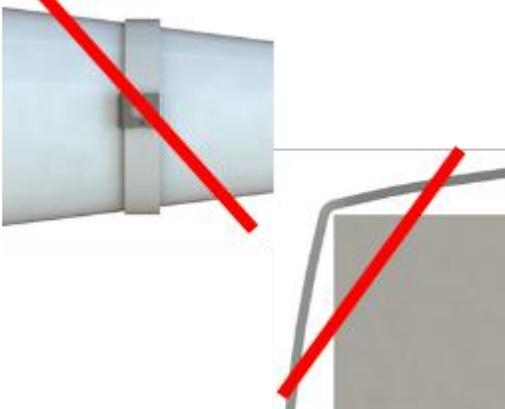

Abbildung 31
- Die Schnallen können nicht über einem Luftspalt angebracht werden (Abb. 31).
- Vermeiden Sie scharfe Ecken, fügen Sie bei quadratischen Ecken den größtmöglichen Radius hinzu (Abb. 31).